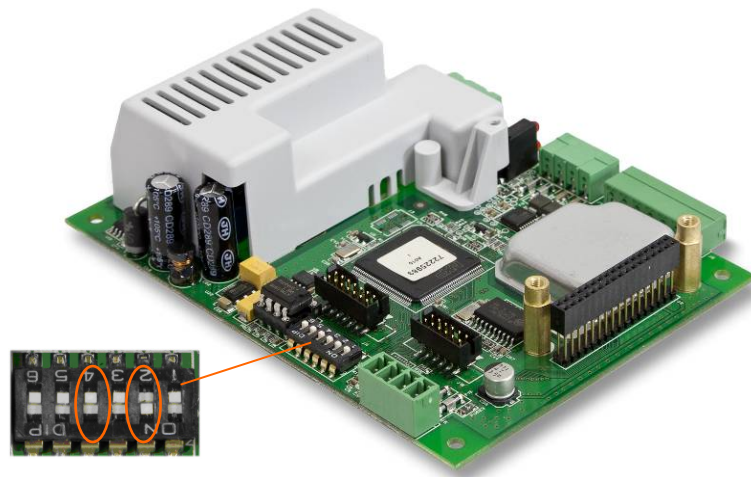

Figura 4-9: Chaves SW1-2 e SW1-4
2. Coloque a chave SW1-2 na posição ligada, como mostrado na Figura 4-9.
- A posição de SW1-4 (também mostrada na Figura 4-9) determina se dados EEPROM metrologicamente significativos para calibração de balança foram redefinidos quando uma redefinição mestre é executada. SW1-4 deve ser colocada na posição Ligado para redefinir os dados do EEPROM. Se SW1-4 estiver ajustada em Desligado, os dados do EEPROM **não** serão afetados pela redefinição mestre.